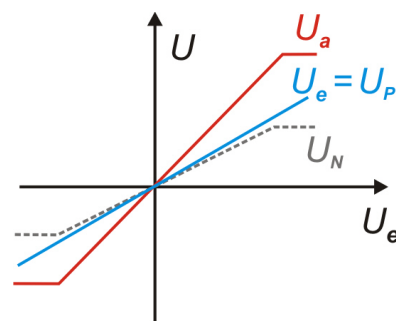

Abbildung 12: Zur Überprüfung der U-Regel.
- (A4) Erstellen Sie eine graphische Darstellung Ihrer Messwerte wie in Abb. 12.